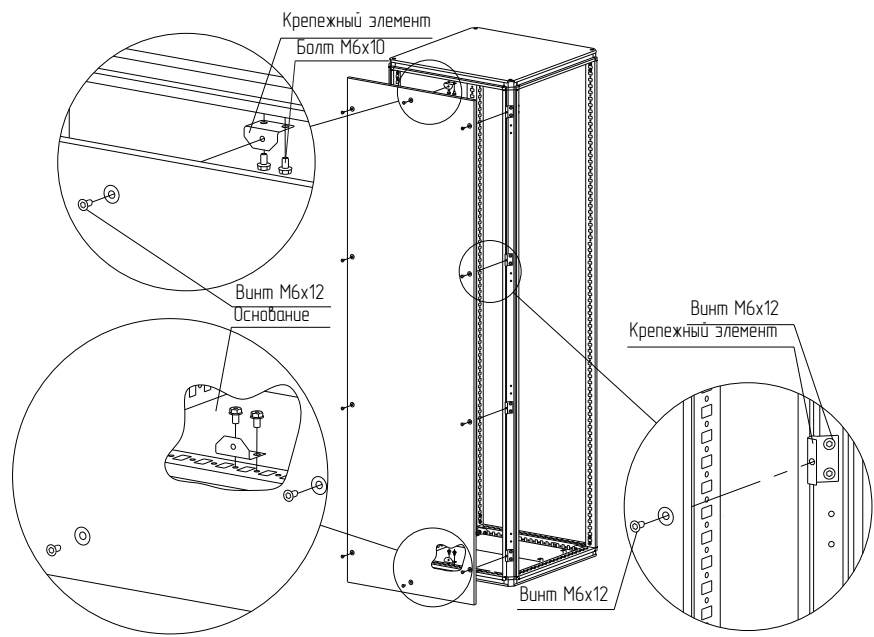

Рисунок 4
4.2.2 Закрепите восемь крепежных элементов на стойках каркаса (рисунок 4).
4.2.4 Закрепите панель заднюю на крепежных элементах винтами М6х12 (рисунок 4).
4.13.2 Закрепите восемь крепежных элементов на стойках каркаса (рисунок 4). Для крепления использовать винты М6×12. Момент затяжки – 7 Н·м.